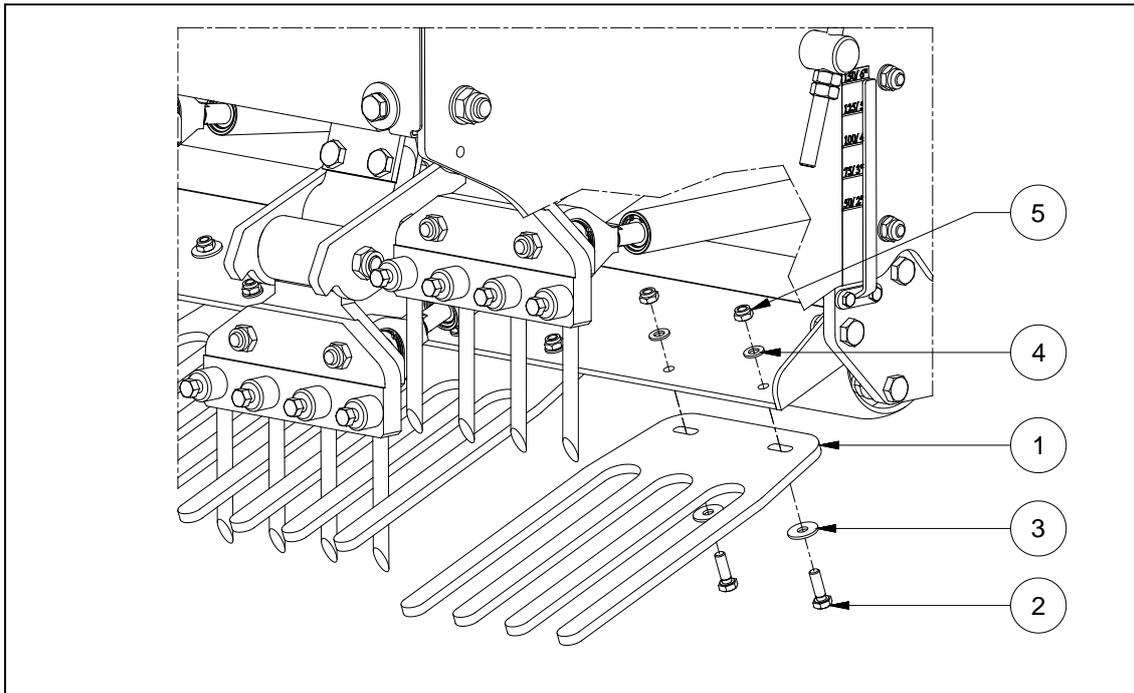

Fig. 15
**MONTAGGIO DEL KIT TURFHOLD DOWN (si veda la fig.15):**
- Con il set ordinato vengono fornite delle piastre (1). Fissare le piastre con il bullone (2), l'anello (3 e 4) e il dado (5), alla traversa principale. Allineare le piastre con le spine tramite i fori della scanalatura sulla piastra.